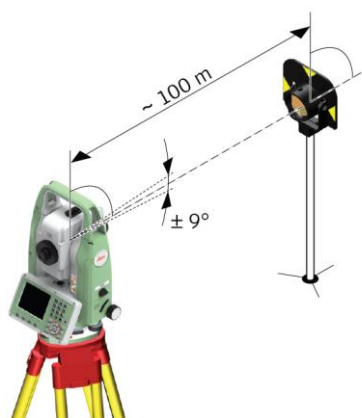

Рисунок 26 – Наведение зрительной трубы электронного тахеометра на круглую призму с вехой
12. Наведите трубу на точку, находящуюся от инструмента на расстоянии примерно 100 метров и не более 5° от горизонтальной плоскости (рисунок 26).